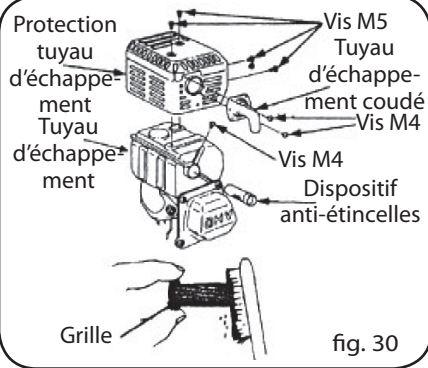

fig. 30
a) Dévisser les deux écrous M4 et enlever le tuyau d'échappement coudé du corps du moteur (Fig. 30).